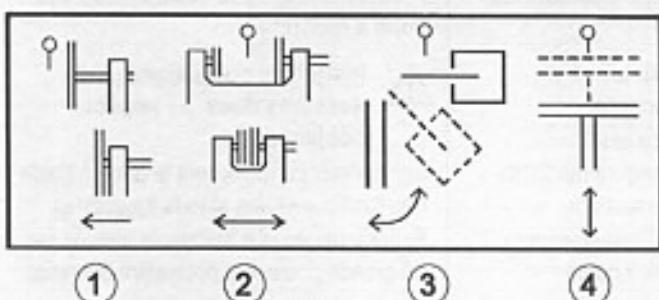

Bild 32 / Fig. 32
⇒ Pull the lever (fig.32, pos.4) backwards (lifting) or push it forwards (lowering).
⇒ Pull the lever (fig. 32, pos.3) backwards (lifting) or push it forwards (inclinating).
⇒ Tirer la manette (fig.32, pos.4) en arrière (Montée) ou la pousser en avant (Descente).
⇒ Tirer la manette (fig.32, pos.3) en arrière (levage) ou la pousser en avant (inclinaison).
⇒ Schwenkhebel (Bild 32, Pos. 4) nach hinten ziehen (heben) oder nach vorne drücken (senken).
⇒ Schwenkhebel (Bild 32, Pos. 3) nach hinten ziehen (heben) oder nach vorne drücken (neigen).